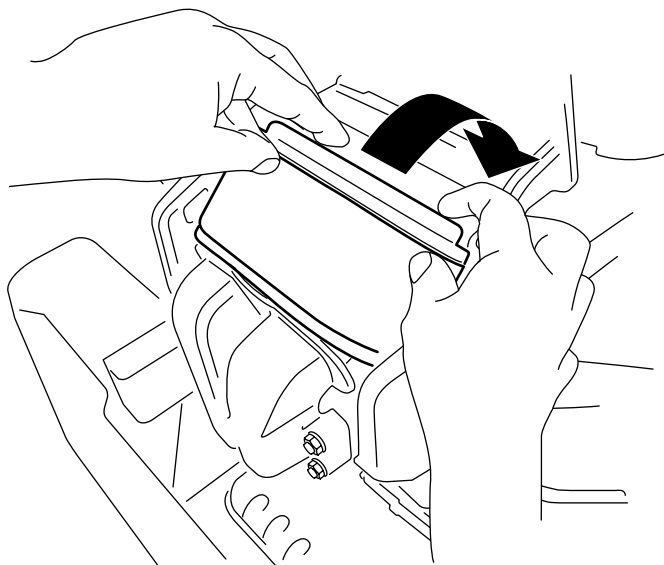

Рисунок 47
3. Поверните фильтр вниз в камеру и прижмите его к коллектору так, чтобы он полностью сел на место (Рисунок 47).